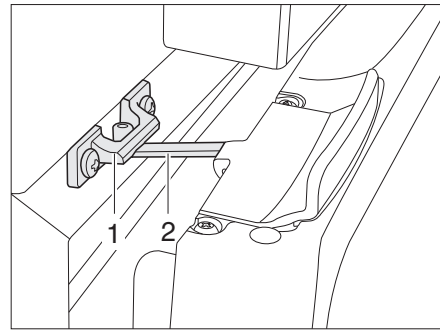

Fig. 207 Puerta del frigorífico en posición de ventilación (Thetford)
■ Abrir el bloqueo (Fig. 207,2) y engatillarlo en el alojamiento del bloqueo (Fig. 207,1). De este modo, la puerta del frigorífico quedará ligeramente abierta.